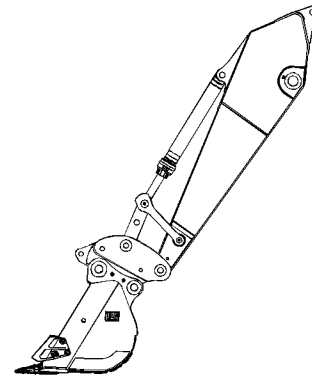

Ilustración 209
1. Cuando usa un acoplador rápido con sujetapasador hidráulico, se puede conectar un cucharón que esté en posición invertida. Observe la ilustración 209 para obtener un ejemplo de cómo conectar un cucharón que esté en posición invertida.